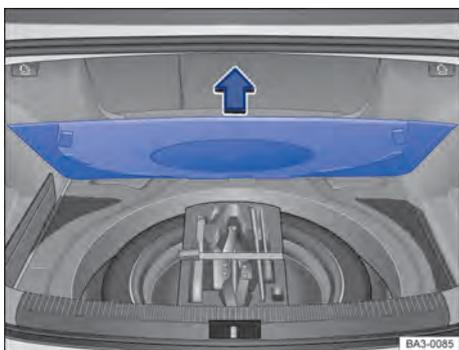

Fig. 150 No compartimento de bagagem sob o assoalho do compartimento de bagagem: ferramentas de bordo.
- Erguer o revestimento do assoalho no sentido indicado pela seta → Fig. 150 e, conforme o caso, retirá-las.